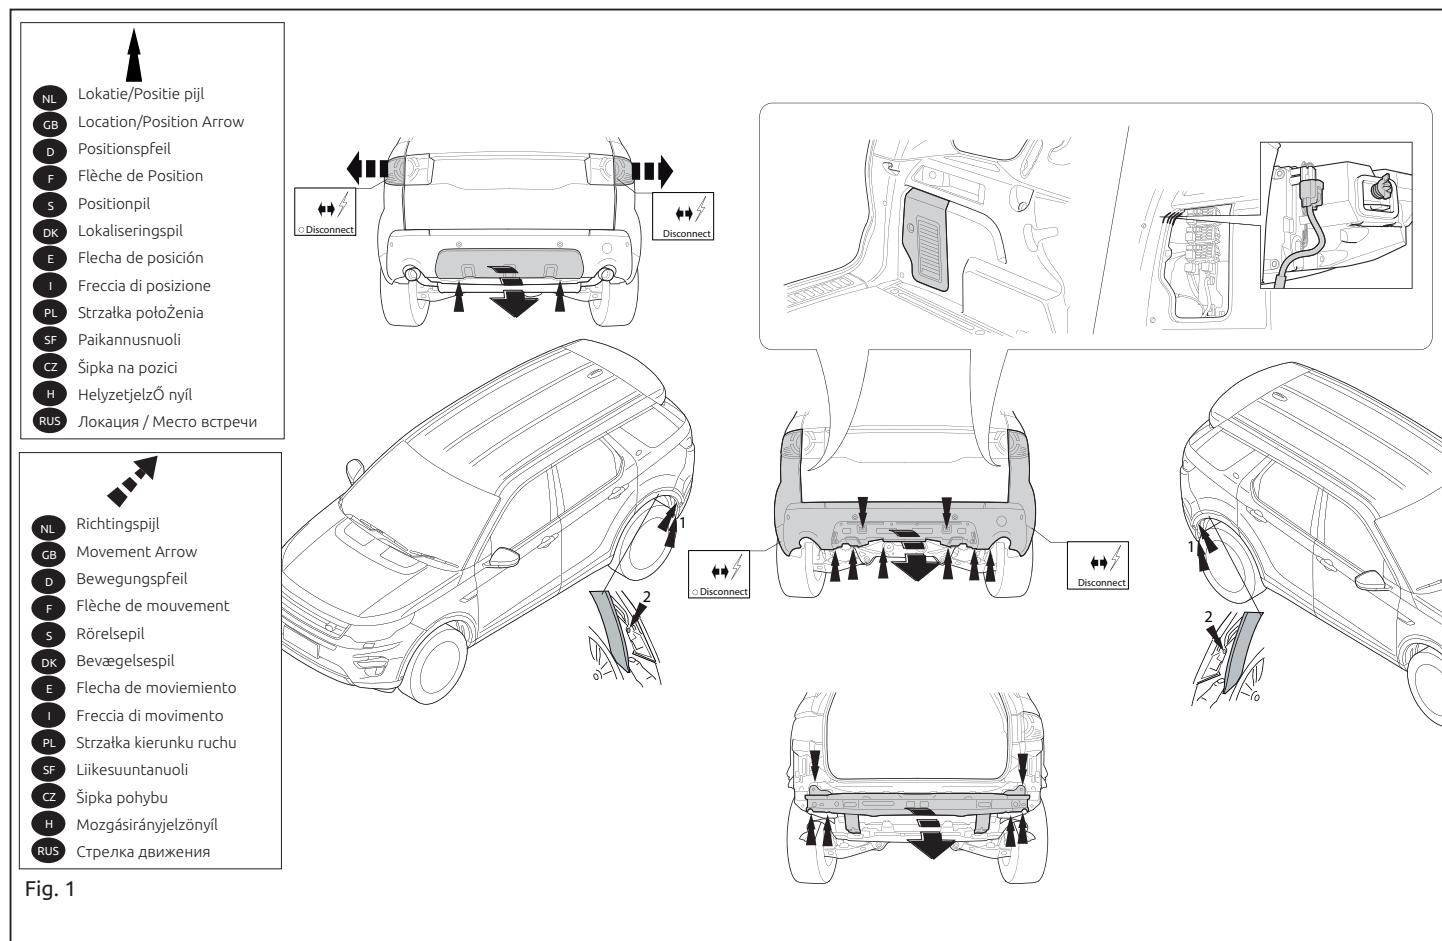

Fig. 1
2. Die Stoßstange einschließlich des stählernen Stoßbalkens vom Fahrzeug abmontieren. Der Stoßbalken wird nicht mehr benötigt. Die Schrauben wieder anbringen. Siehe Abbildung 1.
3. Démontez à gauche et à droite le collier de fixation de l'échappement Voir la figure 1.
2. Снять бампер вместе со стальным буферным бруском автомобиля. Буферный брус больше не понадобится. Поставить болты на место. См. рисунок 1.